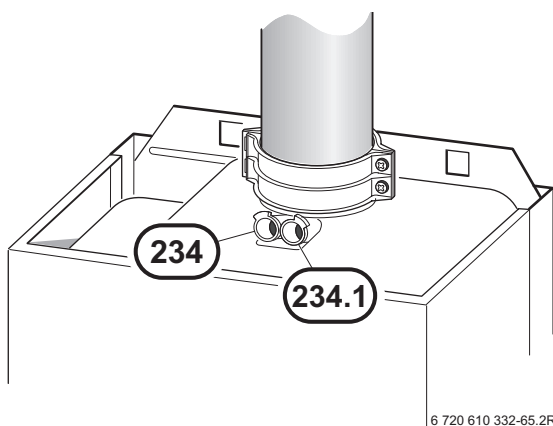

Fig. 71
- ▶ Se îndepărtează dopul de închidere de la ștuțul de măsurare pentru aerul de ardere (234.1) (Fig. 71).
- ▶ Se îndepărtează dopul de închidere de pe ștuțul de măsurare pentru gaze arse (234), (Fig. 71).